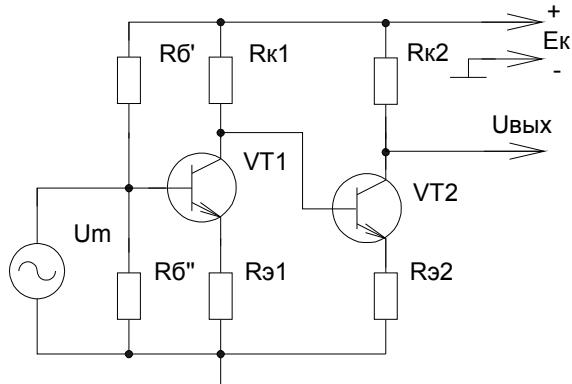

Рис. 242
3) Гальваническая (непосредственная) связь (смотрите рисунок 242).